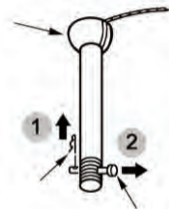

Fig.8
Paso 1: Retire el pasador de horquilla y el pasador de enganche del conjunto de la barra colgante. (Fig. 8)